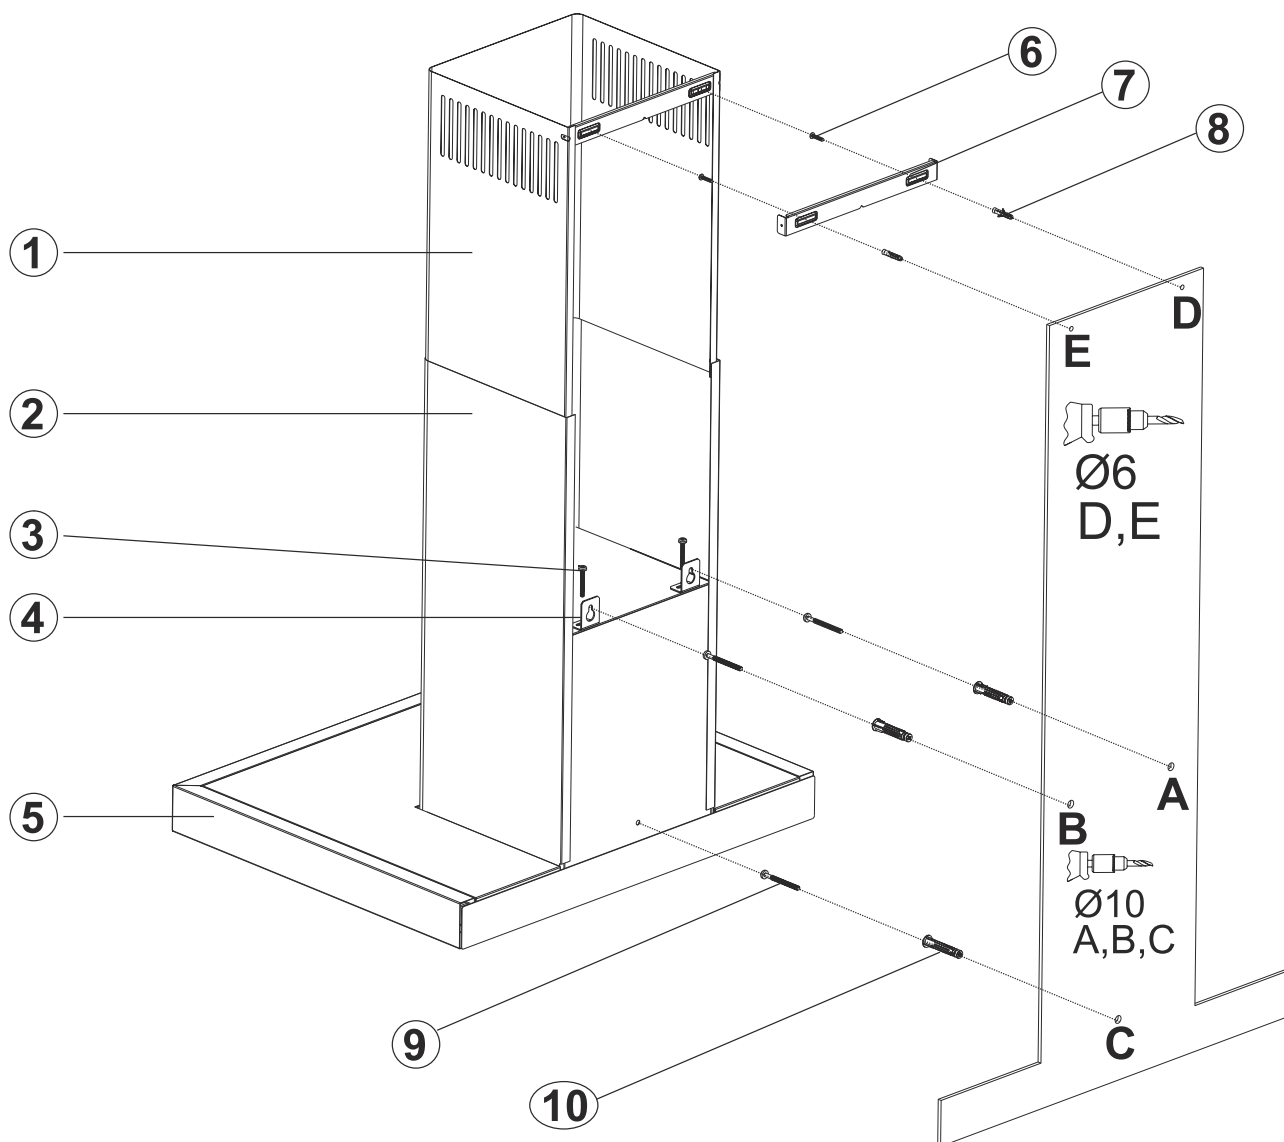

Fig. 7
Se till att fläkten har korrekt höjd över kokplattan. Vi rekommenderar 500-600 mm över elektrisk spishäll och 700-850 mm över gasspis (Fig. 7).
2. ➔ Fäst ritningen på väggen på önskad höjd av fläkten (observera våra rekommendationer gällande höjd mellan spishäll och fläkt). Märk ut punkterna A, B och C (Fig. 7).
3. ➔ Tryck nu i Ø10mm pluggar i hålen A, B och C. Skruva i skruvar på punkterna A och B och låt det finnas ett avstånd på 5mm mellan skruvhuvudena och väggen (Fig.7).
4. ➤ Montera upphängningsbeslagen på fläkten med de medföljande M5x35-skruvarna (Fig.7).